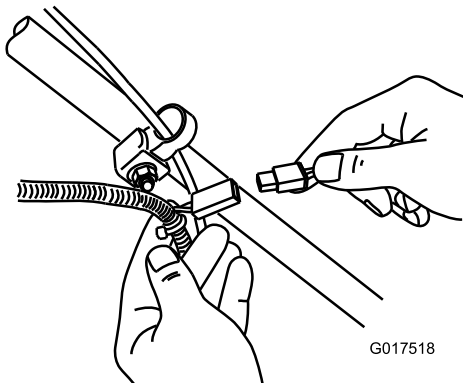

Bild 36
1. Schließen Sie das Ladegerät an den Kabelbaum an, der sich unter dem Zündschloss befindet (Bild 36).